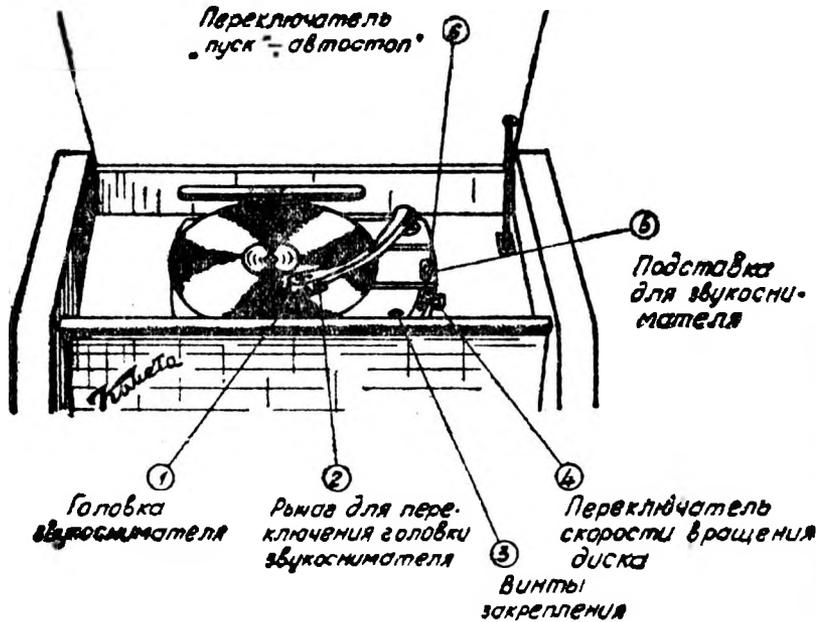

Рис. 6. Общий вид электропроигрывателя.
дающиеся под панелью прокладки, предохраняющие проигрыватель от повреждения при транспортировке (см. рис. 6, выноска 3),
3. Установите переключатель скорости вращения диска (см. рис. 6) в положение, соответствующее числу оборотов, указанному на пластинке. Обычные пластинки проигрываются при 78 об/мин.
6. Снимите звукосниматель с подставки (см. рис. 6), и отведите его вправо, при этом включится электродвигатель, и диск начнет вращаться.